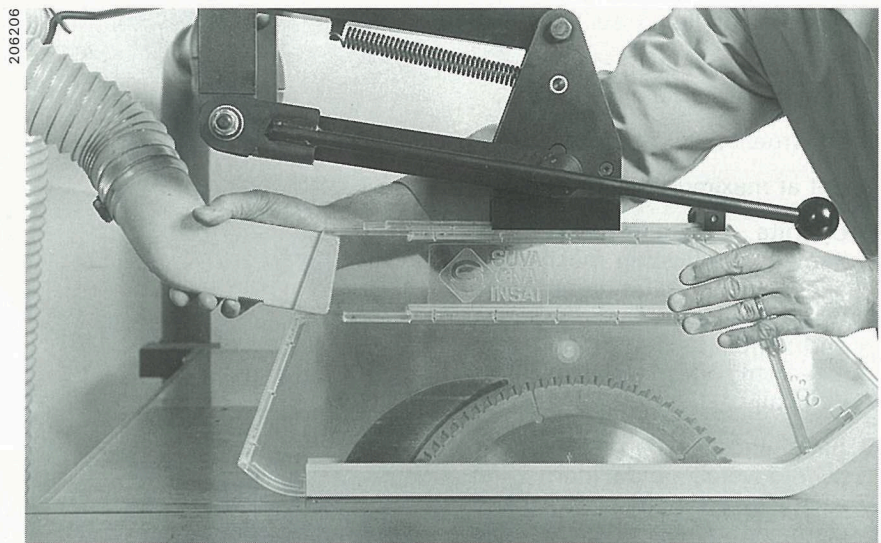

Bild 20 / Figure 20
- Den Absaugstutzen aus der Schutzhaube ziehen (Bild 20).
- Retirer le manchon d'aspiration de la cape (figure 20).
- Remove dust extraction hose connector from safety guard (Fig. 20).